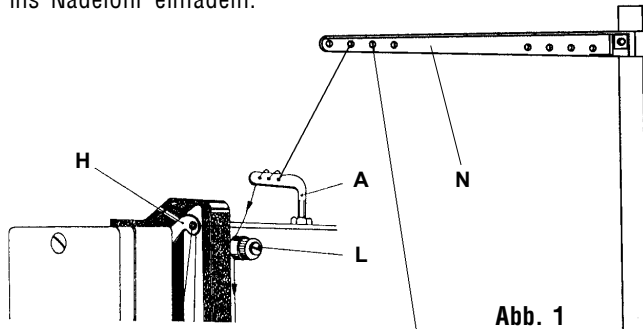

Abb. 1
6.1 Oberfadeneinfädeln (Abb. 1, 2)
6.4 Einstellung der Oberfadenspannung (Abb. 1, 2, 5)
Wenn die Maschine mit einem Fadenabchneider ausgestattet ist (Ausführung -105) muß man für seine ordentliche Funktion eine erhöhte Aufmerksamkeit der Einstellung der Fadenspannung widmen. Man muß auch den Hilfsspanner (L, Abb.1) einstellen, der durch seine Funktion die Länge des Oberfadenendes beeinflusst, die nach dem Fadenabschnitt aus dem Nadelöhr hervorragt. Beim richtigem Einstellen des Fadenspanners ist die Qualität der Anfangsstiche gut und es kommt zu keinen Fadenausfäden aus der Nadel vor.